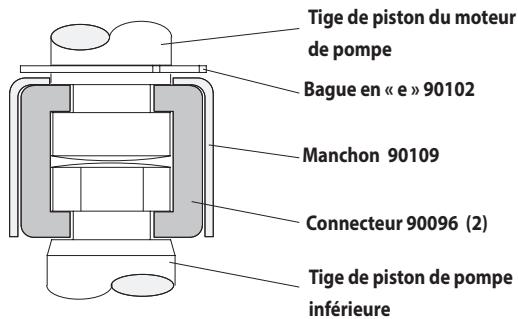

Figure 2
4. À l'aide des pinces pour bague en « e », faire glisser la bague en « e » suffisamment loin pour que le manchon puisse se déplacer vers le haut et libérer les deux connecteurs (voir figure 2).